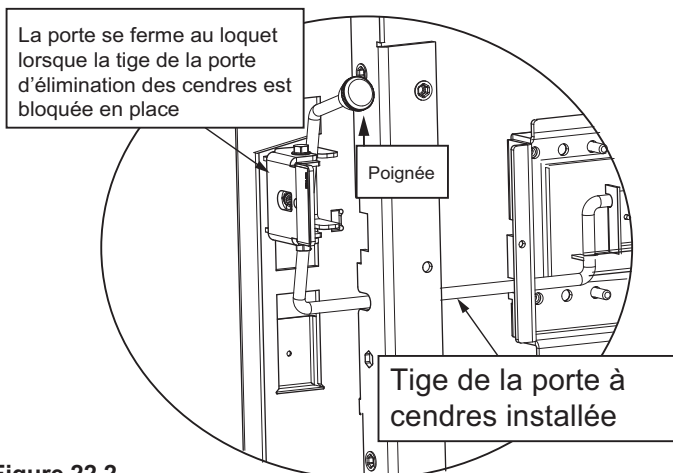

Figure 22.2
- Ajoutez le bouton à la tige de la poignée (**Figure 22.2 à la page 22**).
10. Ajoutez le bouton à la tige de la poignée (**Figure 22.2 à la page 22**).